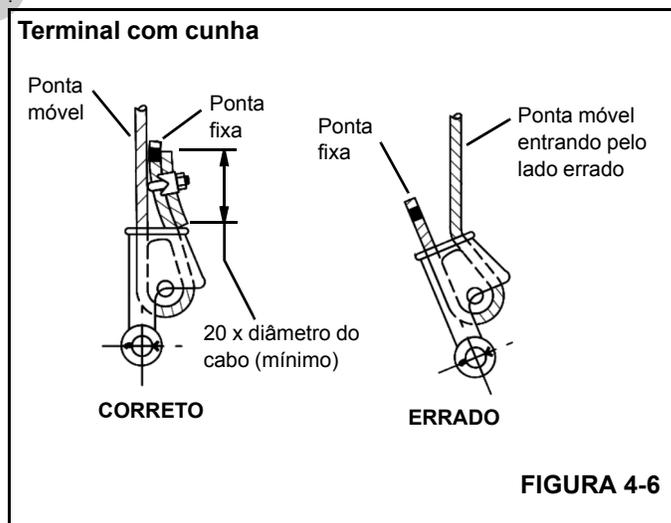

FIGURA 4-6
3. Certifique-se de que a extremidade móvel do cabo (Figura 4-6) fique diretamente alinhada às orelhas do terminal e ao sentido da tração à qual o cabo será submetido. Se o cabo for incorretamente carregado no terminal, sob uma carga, o cabo dobrará conforme sai do terminal e a borda do terminal se desgastará no cabo causando danos ao cabo e falhas eventuais.
4. Insira a extremidade do cabo de aço no terminal, forme um laço no cabo e passe-o de volta através do terminal deixando que a ponta fixa (Figura 4-6) sobressaia do terminal. Verifique se a ponta fixa do cabo tem comprimento suficiente para que seja possível aplicar o tratamento da extremidade à ponta fixa após a cunha ter sido assentada.